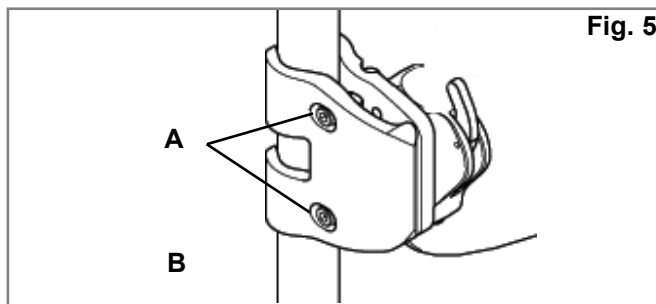

Fig. 5
3. Bevestig de bevestigingsbeugels. (Fig. 5)
- a. Maak de klemmen los (A) met de bijgeleverde 4 mm inbussleutel. **OPMERKING**— bij buizen met een grote diameter is het wellicht noodzakelijk de klemmen helemaal te verwijderen.
- b. Bevestig de beugel en breng deze in lijn met de rugbuizen van de rolstoel (B).
- c. Draai de klemmen handmatig aan (A). **OPMERKING:** beugels moeten later wellicht lateraal worden aangepast zodat ze goed in lijn zijn.